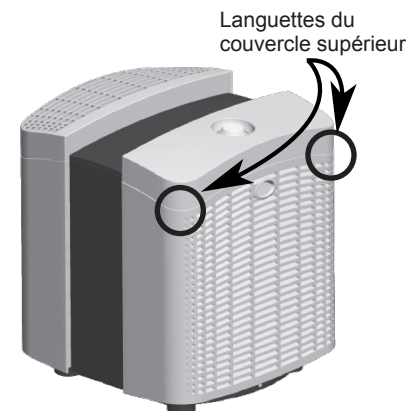

Fig. 4a - Languettes du couvercle supérieur
2. Retirez le couvercle supérieur. Placez les doigts sous les languettes aux coins avant du couvercle supérieur, puis tirez-le vers l'avant. Voir figure 4a.